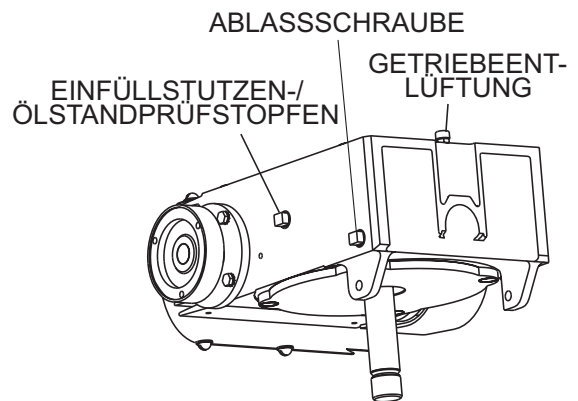

Abbildung 6. Ölablassstopfen des Getriebekastens/Schauglas
1. Den Getriebeölstand beider Getriebekästen prüfen, d.h. den Stopfen entfernen und sicherstellen, dass der Ölstand auf korrektem Stand ist. Siehe Abbildung 6.
2. Den Getriebekasten bis zur Höhe des Füllstopfens (Abbildung 6) mit 2 L (69 oz) Öl der Sorte Mobil ISO VG 640 SCH 634 auffüllen.